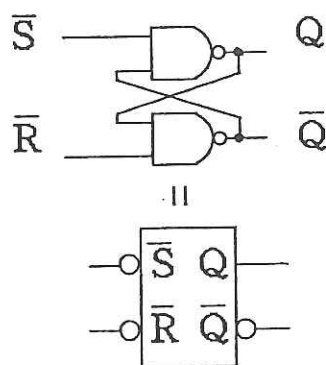

図 1
RSフリップフロップの論理記号とNAND回路を使った論理回路を図1に示す。RSフリップフロップはセット ($\bar{S}$)、リセット ($\bar{R}$) 入力によりその状態を変えることのできるフリップフロップで、正規出力 (Q) と相補出力 ($\bar{Q}$) に記憶された状態が出力される。論理記号の $\bar{}$ は $\bar{R}$ と $\bar{S}$ の入力は負論理であることを示している。電圧値でLOW信号(TTLでは0.8V以下、CMOSでは2.5V以下)、すなわち論理値で0がこの回路の入力信号となる。表1にその真理値表を示す。 $\bar{S}$ と $\bar{R}$ が共に0の場合は禁止状態で出力は共に1である。 $\bar{S}$ が0、 $\bar{R}$ が1の時フリップフロップはセットされ Q は1となる。そのとき、その相補出力 $\bar{Q}$ は0である。 $\bar{S}$ が1、 $\bar{R}$ が0の時はリセットされ Q は0、 $\bar{Q}$ は1となる。 $\bar{S}$ と $\bar{R}$ が共に1のときは前の状態が保持される。RSフリップフロップはデータを一時的に保持すると言う意味からRSラッチ (掛け金) とも呼ばれる。